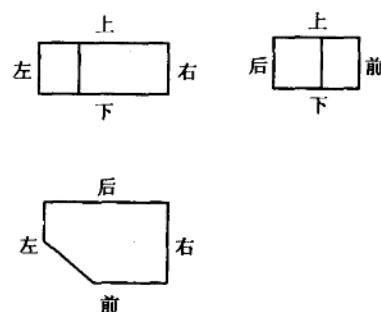

图 1-4 物体与视图方位关系
(2) 物体与视图的方位关系。物体各结构之间都具有六个方向的相互位置关系，如图 1-4 所示。它与三视图的方位关系如下：